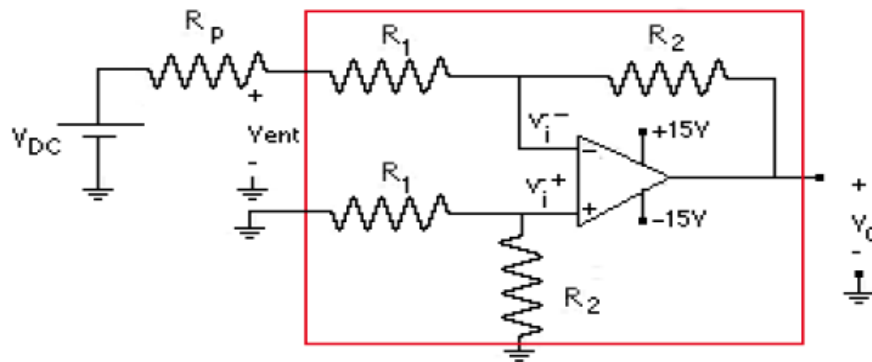

Figura 4.- Medición de la resistencia de entrada de la entrada inversora del amplificador diferencial
7.-Monte el circuito de la Figura 4 para medir la resistencia de entrada en la entrada inversora del amplificador diferencial cuando la entrada no inversora está conectada a tierra. Mida previamente el valor real de R_p con el multímetro.